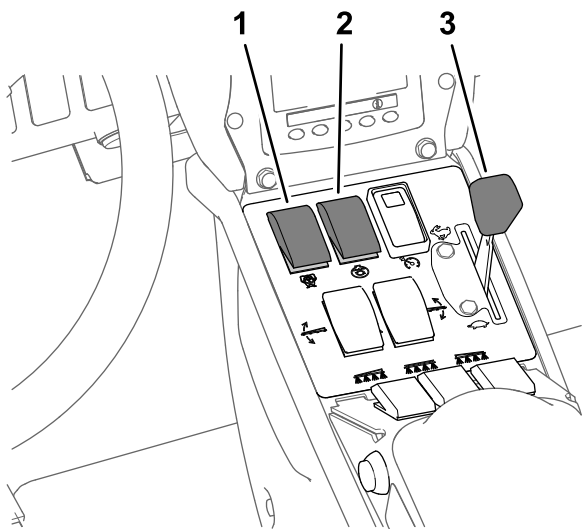

Figure 31
8. Réglez la commande d'agitation et la commande de la pompe de pulvérisation en position ACTIVÉE (Figure 31).
9. Placez la commande d'accélérateur en position HAUT RÉGIME (Figure 31).
4. Réglez la commande d'accélérateur pour obtenir le régime moteur voulu pour pulvériser ; voir Figure 31 sous Pulvérisation en mode débit d'application \(page 36\).
Remarque: Cette procédure suppose que la pompe de pulvérisation est en marche ; voir Pulvérisation en mode débit d'application \(page 36\) sous Figure 31.